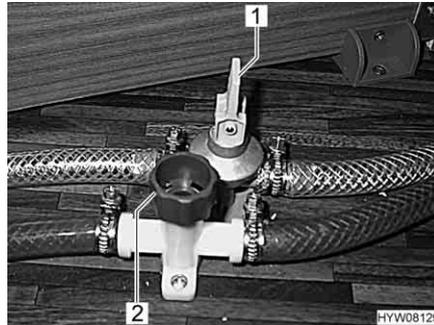

Fig. 128 Llaves de desagüe
- Cerrar todas las llaves de desagüe de la caldera. Para esto, poner el balancín (Fig. 128,1) en posición horizontal o bien girar la tapa (Fig. 128,2) en sentido de las agujas del reloj.
- Abrir todas las llaves de desagüe de la caldera. Para esto, poner el balancín (Fig. 128,1) en posición vertical o bien girar la tapa (Fig. 128,2) en sentido contrario a las agujas del reloj.